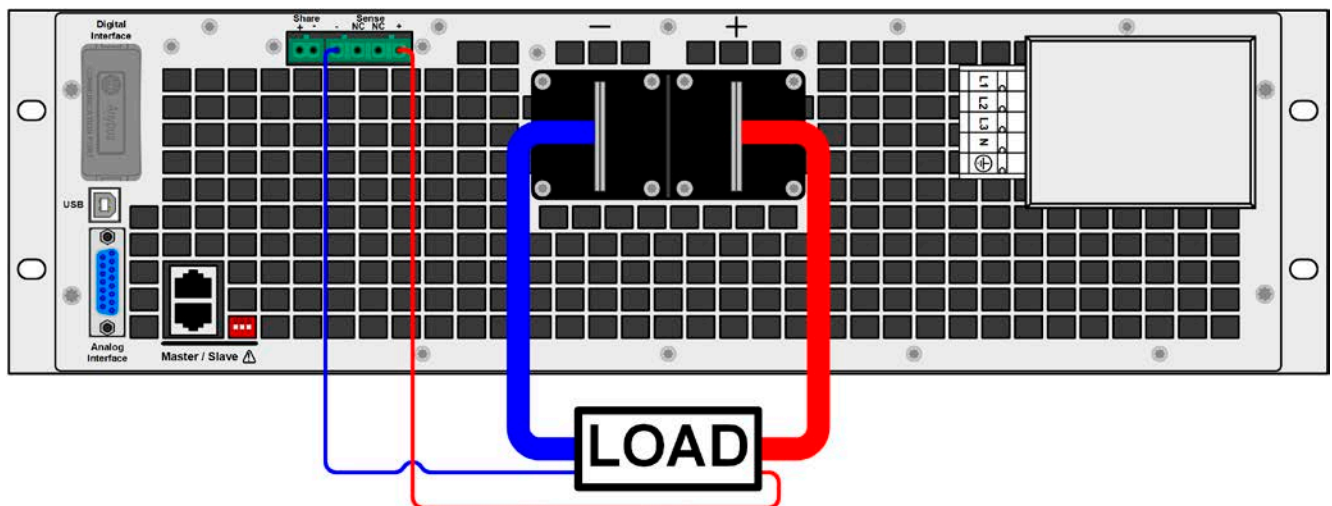

Рисунок 8 - Принцип соединения удалённой компенсации на ведущем блоке
- Удалённая компенсация напряжения эффективна только при режиме постоянного напряжения (CV) и для других режимов работы, вход Sense должен быть отключен по возможности, тогда как его подключение ведёт к увеличению колебаний.
- Кабели + sense должны подключаться к + и - к - нагрузки, в противном случае sense вход источника питания будет поврежден. Смотрите ниже пример на Рисунок 8.